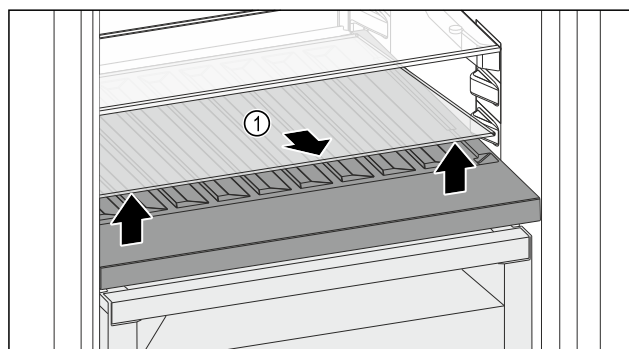

Fig. 226
- Glasplatte Fig. 226 (1) an der Aussparung vorne anheben und herausnehmen.
- Glasplatte Fig. 226 (1) außerhalb des Geräts sicher aufbewahren.
- Glasplatte (2) unter der variablen Flaschenablage einlegen.